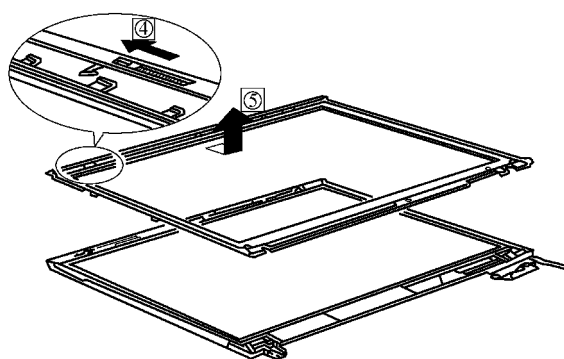

图 6-26 拆开液晶屏
(2) 接下来将液晶屏的卡钩按照箭头“④”方向推，最后按照箭头“⑤”方向托起，使内框离开屏壳，即可拆开液晶屏，如图 6-26 所示。